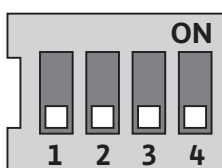

Fig. 33: Conmutador DIP
El conmutador DIP (Fig. 14, pos. 6/Fig. 33) se encuentra bajo la cubierta de la carcasa.